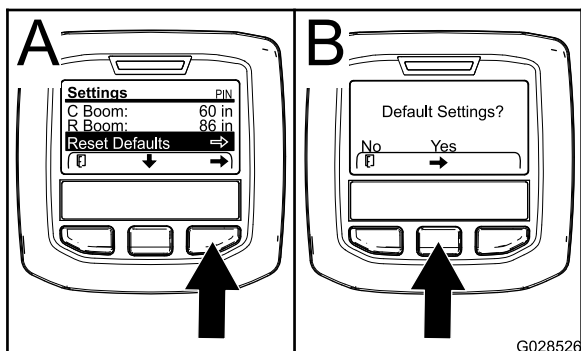

Figura 74
1. Apăsai butonul de selectare central pentru a accesa opțiunea Reset Default (Resetare la setări implicite) (Figura 74).
3. În ecranul Default Settings (Setări implicite), apăsați pe butonul de selectare din stânga pentru NO (Nu) sau butonul de selectare din dreapta pentru YES (Da) (Figura 74).